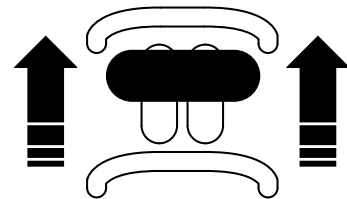

Figura 8
- Para conducir hacia adelante, mueva el control de tracción hacia adelante (Figura 8).